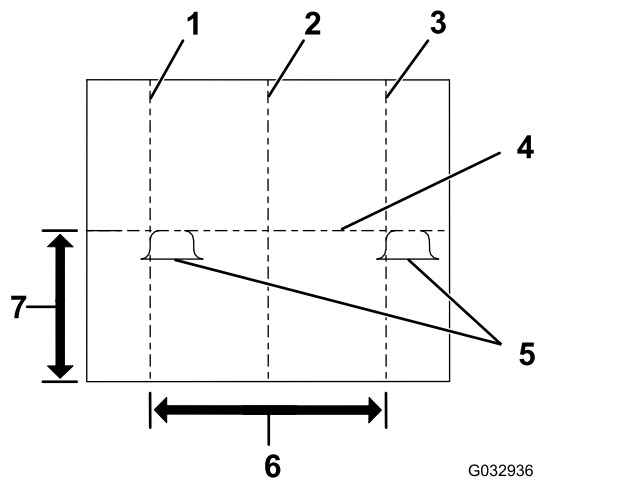

Figure 27
4. Repérez l'axe vertical du véhicule sur l'écran (Figure 27).
5. Repérez l'axe vertical des phares sur l'écran (Figure 27).
6. Repérez l'axe horizontal des phares sur l'écran (Figure 27).
7. Ajustez les phares du chasse-neige jusqu'à ce que la partie la plus lumineuse des feux de croisement soit alignée comme montré à la Figure 27.